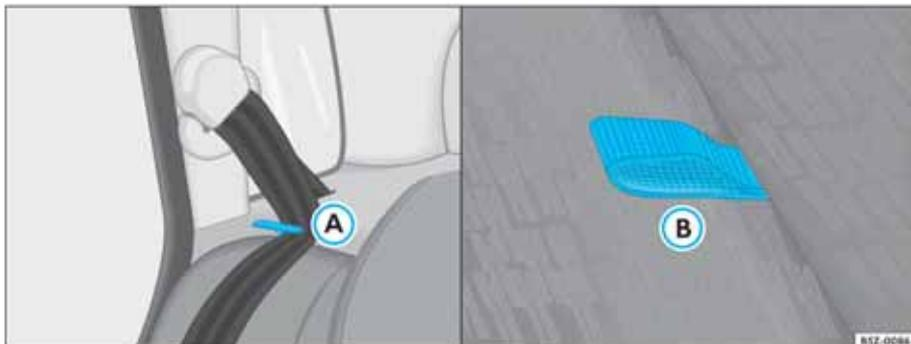

Fig. 96 Posicionador del cinturón para inclinación del asiento/ya alza para desbloqueo del respaldo
- Posicione las tiras de los cinturones de seguridad en sus respectivos posicionadores ⇒ fig. 96 (A).
- Hale la alza roja ⇒ fig. 96 (B) para destrabar la fijación del respaldo del asiento ⇒  y, al mismo tiempo, tire el respaldo sobre el asiento, hasta trabarlo. ▶